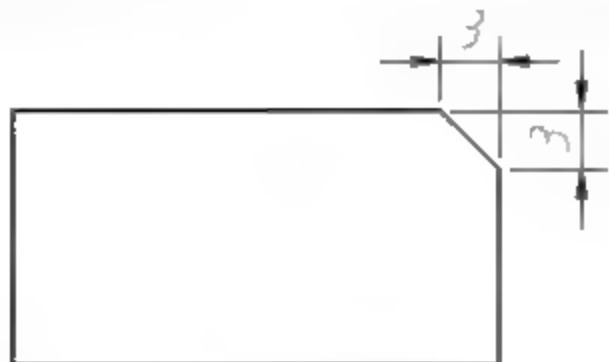

图4-110 设置倒角距离
- 放弃 (U) : 放弃上一次的倒角操作。
- 多段线 (P) : 对整个多段线每个顶点处的相交直线进行倒角, 并且倒角后的线段将成为多段线的新线段。
- 距离 (D) : 通过设置两个倒角边的倒角距离来进行倒角操作, 如图4-110所示。